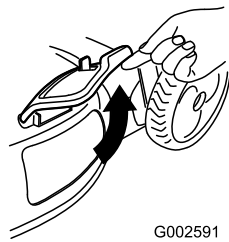

Bild 27
2. Öffnen Sie die Seitenauswurfklappe (Bild 27).